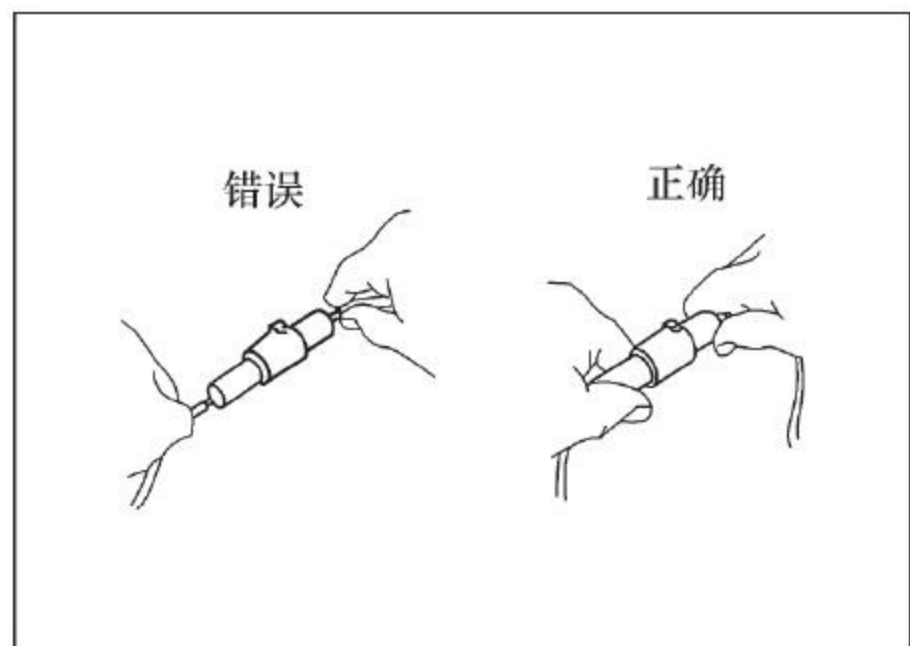

图1-3-4 拉开电路接头
- (3) 分离电路插接件接头时，应拉插接件本身，不要拉扯电线，如图1-3-4所示。
- (4) 注意不要将电喷系统元件(如传感器等)跌落。若已跌落，则应更换新件。
- (5) 严禁使用冲击式扳手拆卸或安装温度传感器等有力矩要求的传感器。